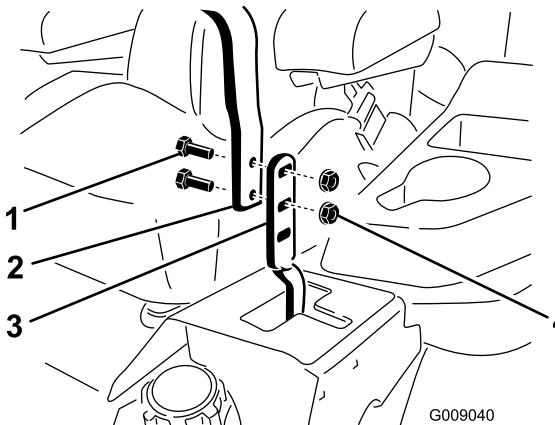

Figura 66
3. Afloje los pernos y las tuercas con arandela prensada de las palancas (Figura 66).